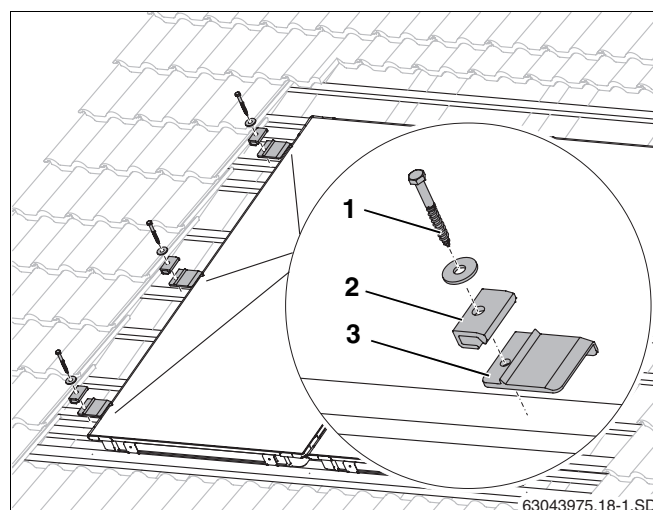

Fig. 29 Montaje del elemento de sujeción a la izquierda
- Eleve ligeramente el colector situado a la izquierda y deslice por debajo del mismo las placas intermedias del lado izquierdo (fig. 29, **pos. 3**) situadas sobre el 2º y el 3er listón adicional, así como en la parte central del colector sobre un listón hasta que la elevación de las mismas haga tope en el borde del colector.
- Es necesario realizar previamente un taladro de 4 mm para el tornillo (fig. 29, **pos. 1**).
- Fije los elementos unilaterales de sujeción (fig. 29, **pos. 2**) con tornillos 6 x 40 (fig. 29, **pos. 1**) y arandelas (utilice una llave de tamaño 10).